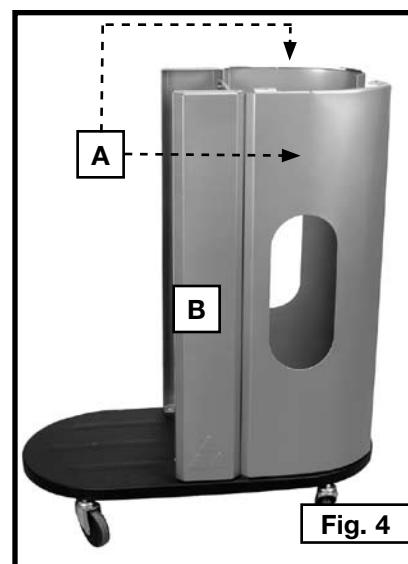

Fig. 4
7. Utilice cuatro tornillos de cabeza hexagonal de 7,1/7,9 x 16 mm (5/16-18 x 5/8"), arandelas y tuercas para sujetar los soportes laterales (B) Fig. 4 y los soportes laterales curvos (A) a la vez.